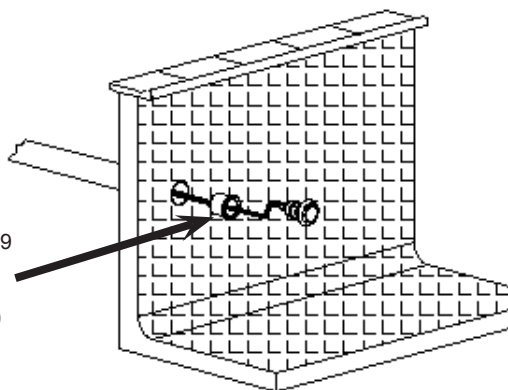

FIG. 1
1. Ein System mit Siphon und Rohrleitungen Ø50 PN10 konstruieren. Es muss höher als der maximale Wasserstand im Swimmingpool liegen. Man kann auch eine Rohrleitung Ø63 PN6 oder PN10 anbringen, wenn man den entsprechenden Adapter 38818 oder 38819 anklebt. Benutzen Sie PVC-Kleber. Abb. 1)